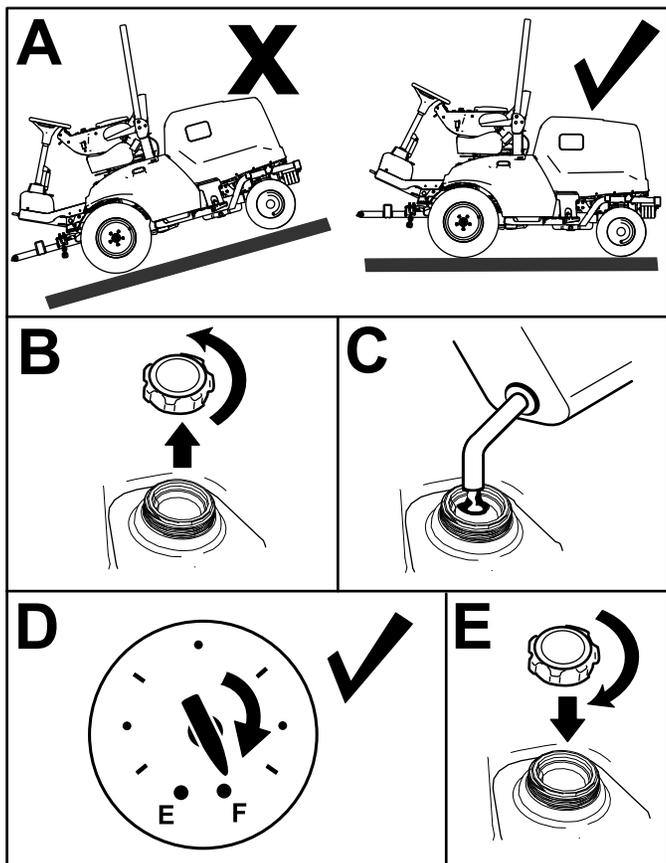

Рисунок 29
1. Припаркуйте машину на ровной горизонтальной поверхности (Рисунок 29), включите стояночный тормоз, выключите двигатель и извлеките ключ.